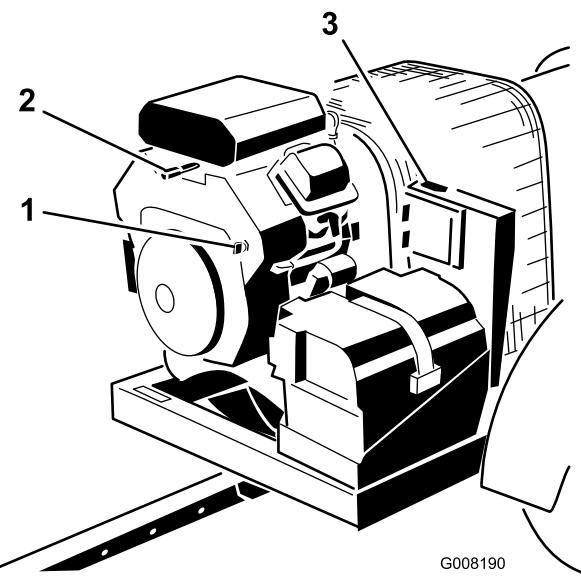

Figura 9
3. Gire la llave de contacto a la posición de Arranque y suéltela rápidamente a la posición de Conectado (Figura 9). Esto "despierta" el receptor.
4. Si va a abandonar la máquina, gire la llave a la posición de Desconectado y retírela del motor (Figura 9).